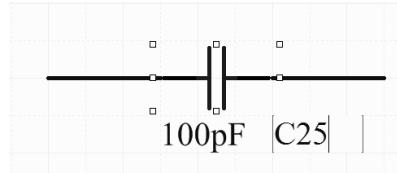

图 2-22 使能 In-Place 编辑
- (3) 使能 In-Place 编辑（使能放置编辑）：开启此项设置之后，如图 2-22 所示，可以对绘制区域内的文字直接进行编辑，不再需要进入属性编辑框之后再来编辑，非常方便。